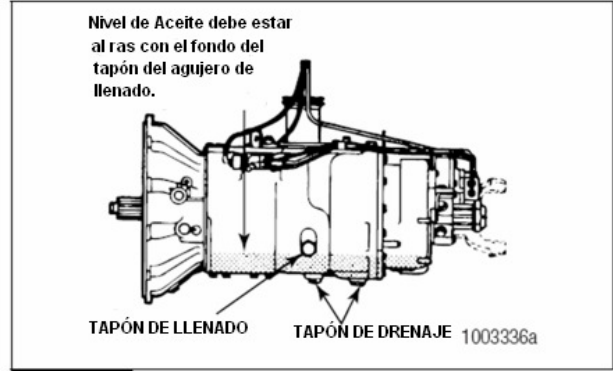

Figura 12.5
4. Verifique el nivel de aceite de la transmisión. Verifique que esté al ras con el fondo del tapón de llenado. Si el nivel de aceite está por debajo del fondo del tapón de llenado, agregue aceite específico. Refiérase a la Figura 12.5 para transmisiones de 9-